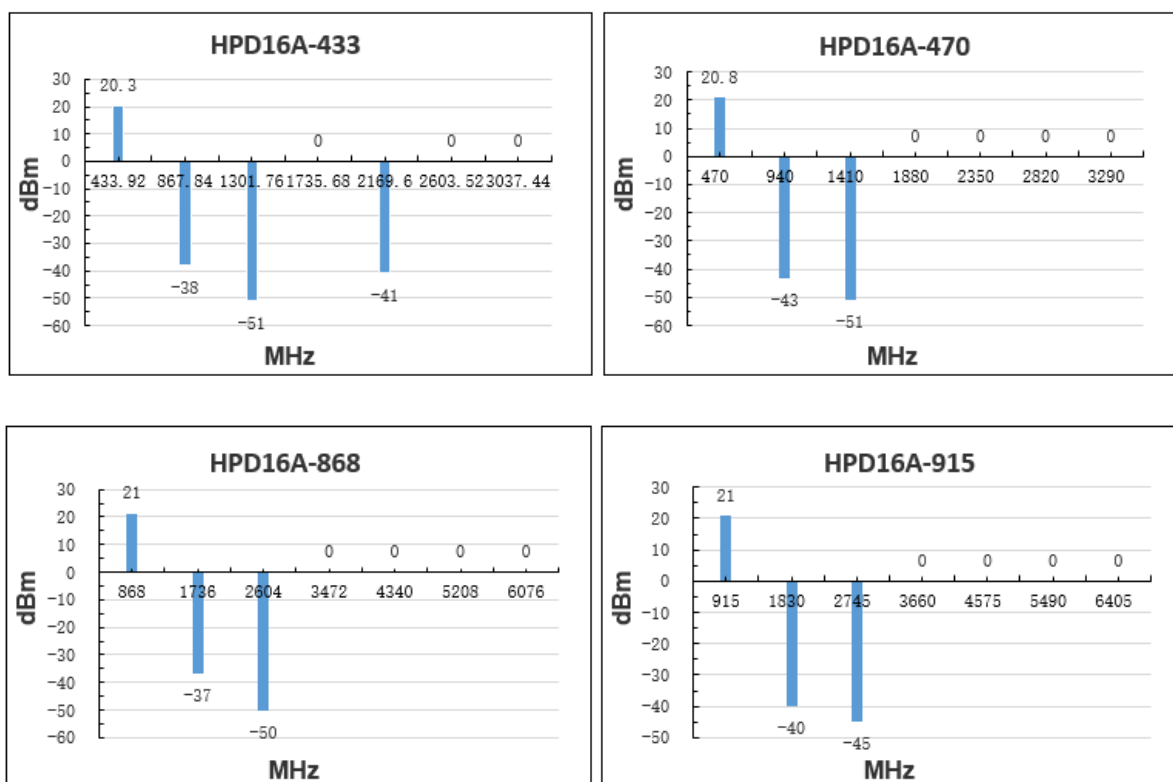

图 7
- 【5】、图 7 表达了在中心频率分别为 433.92/470/868/915MHz 情况下, 2~6 次谐波大小, 采用传导测试方法。